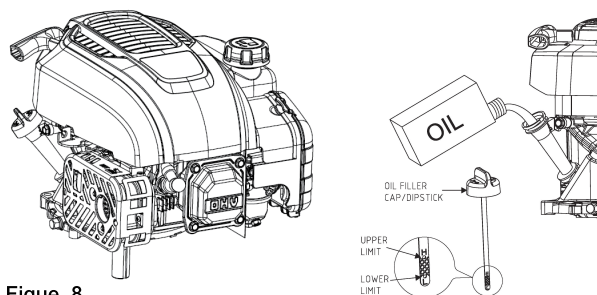

Figure 8
4. Verser lentement l'huile recommandée dans le réservoir d'huile. Ne pas trop remplir. Après avoir versé l'huile, attendre une minute puis vérifier le niveau à l'aide de la jauge. Le niveau d'huile doit être entre la limite haute et la limite basse (Figure 8).